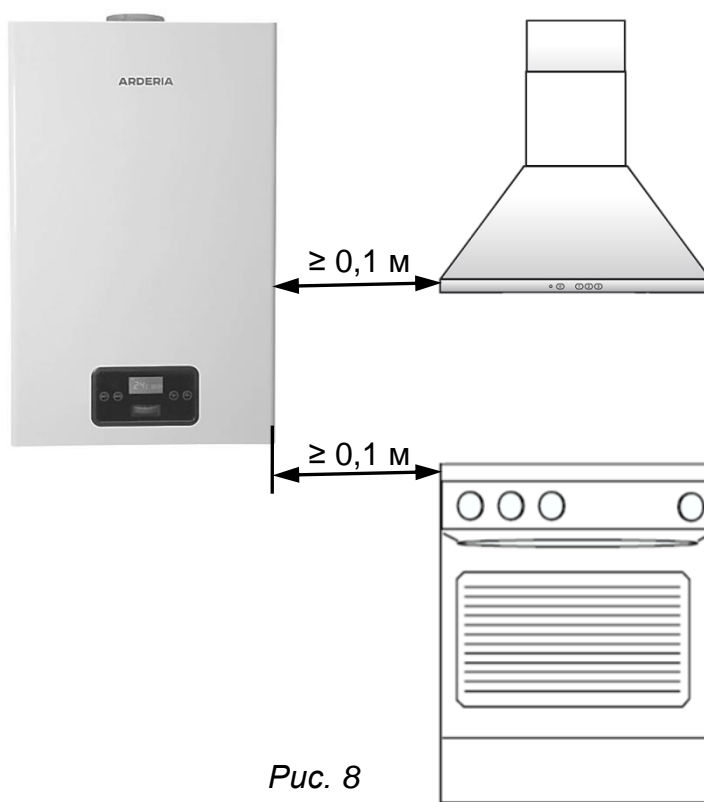

Рис. 8
- Расстояние по горизонтали в свету от выступающих частей котла до бытовой плиты и другого кухонного оборудования различного назначения следует принимать не менее 10 см. (См. Рис. 8)